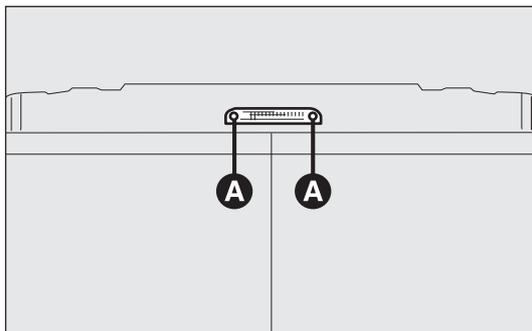

Abb. 190
DRITTES BREMSLICHT Abb. 190 – 191
- die beiden Befestigungsschrauben A – Abb. 190 herausdrehen;